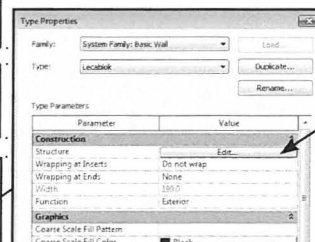

Fig. 14.31. Vælg Edit Type.
- Klik på *Edit* i *Type Properties* dialog boksen (Fig. 14.31).